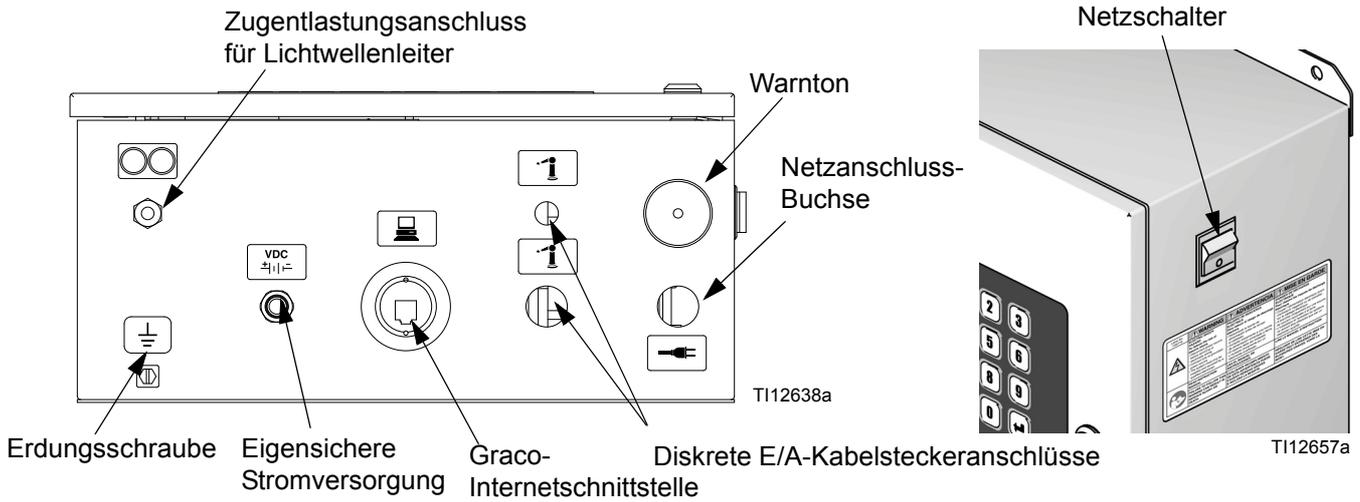

ABB. 18. EasyKey Anschlüsse und Netzschalter
- Die Netzsteckerbuchse  hat einen Durchmesser von 22,4 mm (0,88 Zoll). Ein Zügellastungsstecker oder eine Kabelmanschette ist zulässig. Siehe ABB. 18.
1. Schließen Sie den an die EasyKey Stromversorgung an. Installieren Sie einen Zügellastungsstecker oder eine Kabelmanschette durch den EasyKey-Anschluss . Siehe ABB. 18.
1. Schließen Sie das entsprechende Ende des Netzkabels der Materialstation an den Stecker des EasyKey $\pm \text{VDC}$ an. Siehe ABB. 18.
3. Das Lichtwellenleiterkabel wird ab Werk an den Stecker  der Materialstation befestigt ausgeliefert. Siehe ABB. 18.